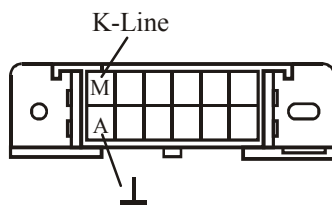
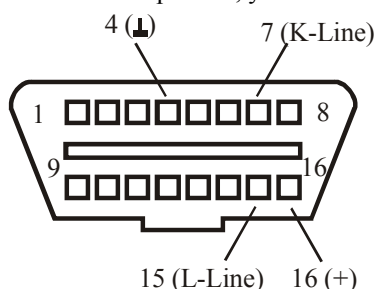
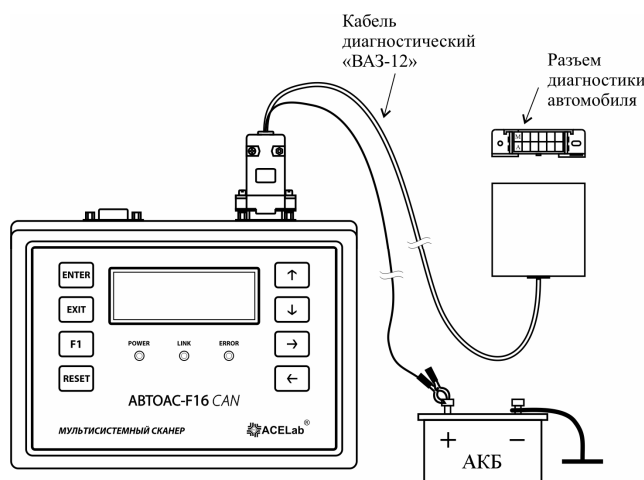
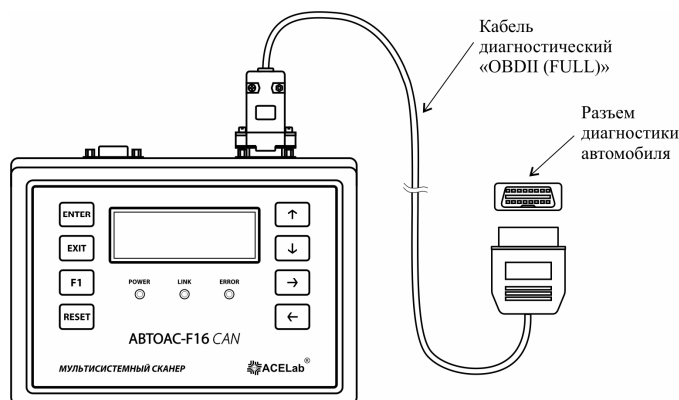

Рис. 1. 12-и контактный диагностический разъем, устанавливаемый на а/м ВАЗ до 2004 г..
Рис. 2. 16-и контактный диагностический разъем OBD-II.
Рис. 3. Подключение прибора к автомобилю ВАЗ с 12-ти контактным разъемом диагностики.
Рис. 4. Подключение прибора к автомобилю ВАЗ с 16-ти контактным разъемом диагностики OBD-II.
В автомобилях производства АвтоВАЗ до 2003 г. используется 12-и контактный диагностический разъем (Рис. 1). В автомобилях экспортного исполнения, например Шеви-Нива и в большинстве автомобилей после 2004 г., используется 16-и контактный диагностический разъем OBD-II (Рис. 2).
В новых автомобилях ГАЗ и УАЗ используется 16-ти контактный диагностический разъем OBD-II (см. Рис.2). Для диагностики ЭСУД этих автомобилей и ABS BOSCH 8.0 а/м УАЗ используйте кабель «OBD-II (FULL)» (см. Рис.4).
В автомобилях ЗАЗ, ИЖ с ЭБУ Микас 7.6, Микас 10.3, Микас 10.3/М11 используется 12-и контактный диагностический разъем (Рис. 1). Для диагностики ЭСУД этих автомобилей используются диагностический кабель «ВАЗ-12» (Рис.3). После подключения «АВТОАС-F16» к колодке диагностики автомобиля и к АКБ должен загореться светодиод POWER, расположенный на его корпусе.
В новых автомобилях ЗАЗ Еуго-3 может быть установлен разъем типа OBD-II (Рис.2). Для диагностики ЭСУД этих автомобилей используйте кабель «K-Line».
**Внимание!** В некоторых автомобилях ЗАЗ, оборудованных диагностическим разъемом типа OBD-II, на пятом контакте разъема вместо «земли» выведен «+» питания бензонасоса. Для подключения к таким автомобилям необходимо использовать универсальный диагностический кабель «K-Line». Щуп кабеля «K-Line» подключается к седьмому контакту разъема OBD-II (рис.2). Красный зажим типа «Крокодил» – к «+» АКБ, черный зажим к «-» АКБ.